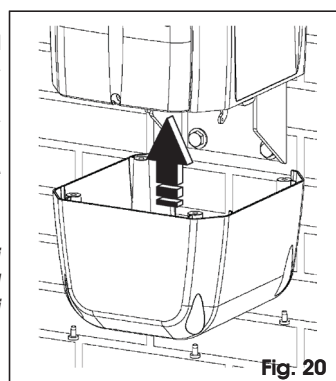

Fig. 20
11. Montare il carter inferiore utilizzando le quattro viti in dotazione, Fig. 20.